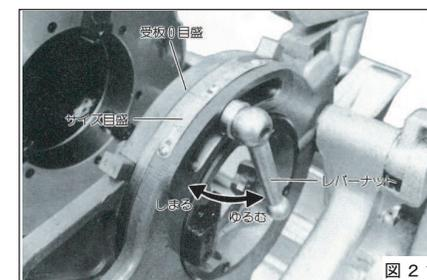

図21
- ④ダイヘッドを往復台にセットしてください。
- ⑤レバーナットをゆるめ、面取りするパイプ寸法(サイズ目盛り)の受板の0目盛を合わせてからレバーナットを締め付けてください。(図21)